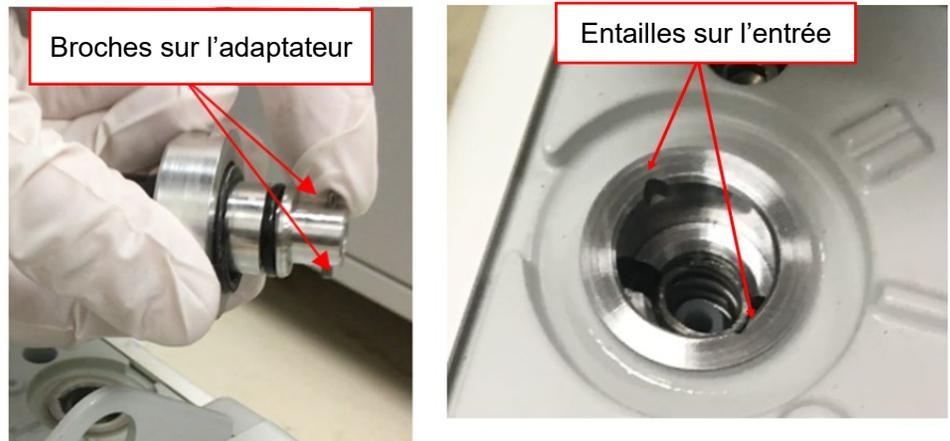

Figure 12 : Localisation des broches et encoches correspondantes
- 5) Localisez les broches sur l'adaptateur de lest d'air et les encoches correspondantes sur le port d'entrée de la pompe primaire. Reportez-vous à la Figure 12.